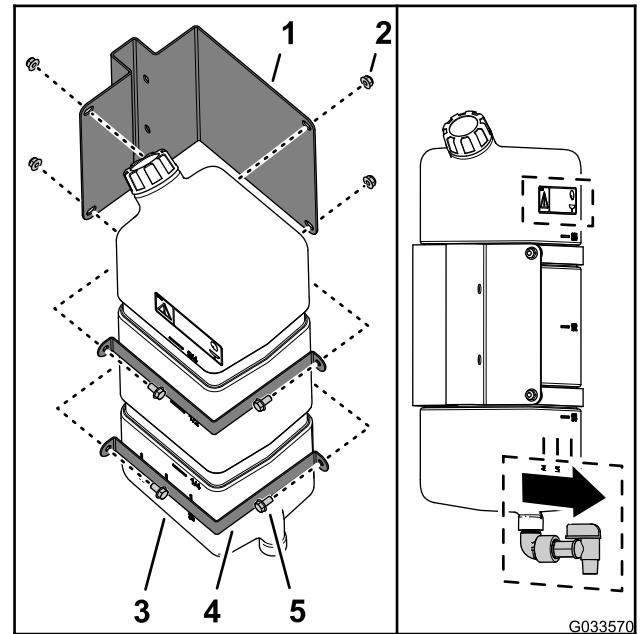

Figura 45
1. Monte el depósito de agua limpia en el soporte con las 2 pletinas de montaje, 4 pernos con arandela prensada (5/16" x 5/8") y 4 contratuercas con arandela prensada (5/16"), según se muestra en Figura 45.